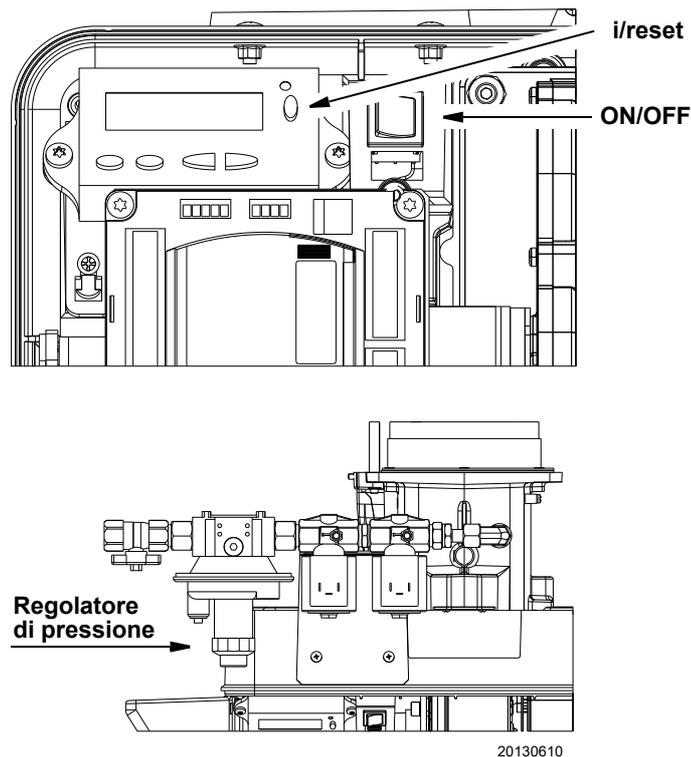

Fig. 161
- Premere l' interruttore "ON/OFF" (Fig. 161) in posizione "OFF", apparecchio in stand-by (OFF).
- Inserimento della password del tecnico (SO) mediante i pulsanti "+", "-" e "i/reset". Vedere anche capitolo Inserimento della password a pag. 39..
- Il bruciatore procede con la fase di accensione. Se alla fine del tempo di sicurezza non compare la fiamma, il bruciatore si riavvia in automatico (al massimo esegue n.3 tentativi). Le indicazioni della sequenza delle fasi sul display continuano a lampeggiare per segnalare che si è ancora nella procedura di avviamento (funzionamento manuale). Se l'accensione continua a mancare può essere che il gas non arrivi al pilota entro il tempo di sicurezza di 3s. Aumentare la pressione del gas tramite il regolatore di pressione (Fig. 161). Se, invece, alla fine del tempo di sicurezza il bruciatore accende ma poi si spegne, il bruciatore va in blocco ed il display visualizza **Loc:7** lampeggiante (sparizione fiamma in funzionamento).
Premere l'interruttore "ON/OFF" in posizione "OFF" (Fig. 161 a pag. 49).